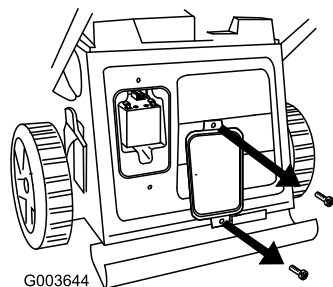

Figura 10
1. Retire los 2 tornillos que fijan la tapa de la batería a la parte trasera del cortacésped (Figura 10).